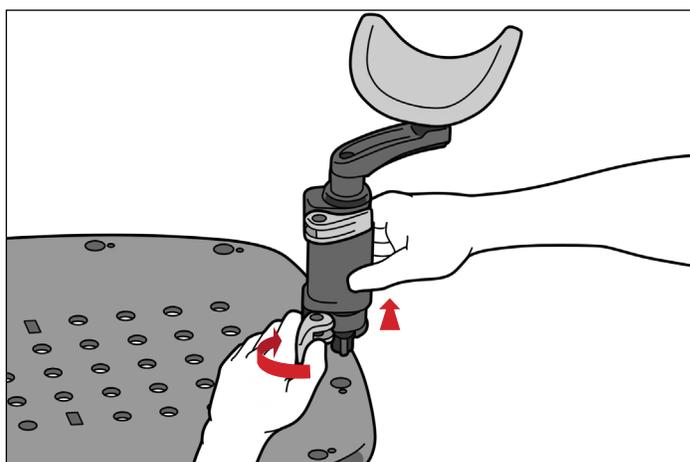

FIGURE 24
2. Pour retirer le(s) repose-poignet(s), ouvrir le levier inférieur et tirer le repose-poignet pour le dégager des trous de la surface patient. (Figure 24)